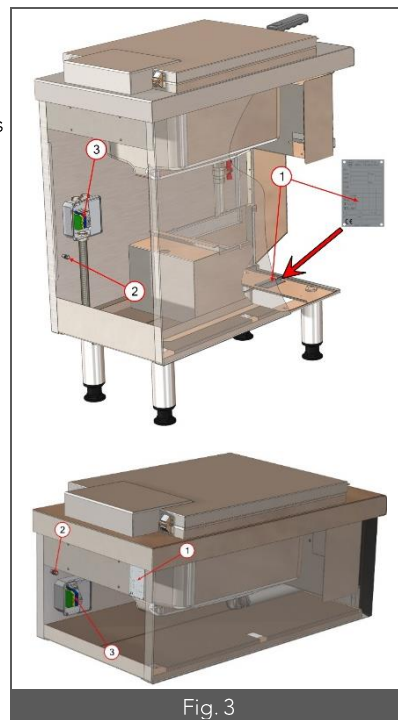

Fig. 3
- Localiser la position du boîtier de raccordement électrique, et de la borne de liaison équipotentielle (Rep. 2 et 3 – Fig. 3).
- Mettre les aliments dans le panier, agir sur le bouton (Fig3) pour faire descendre le panier.